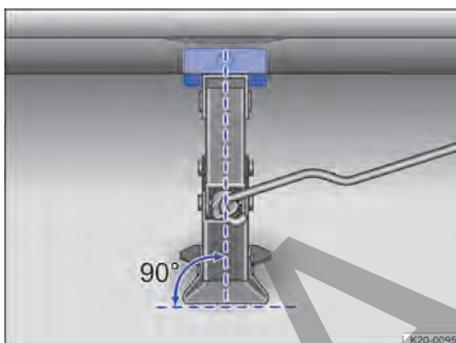
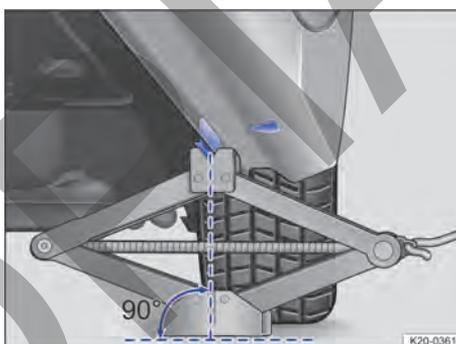

Fig. 171 Alineación correcta del gato.
Fig. 172 Gato de tijera colocado en el lado izquierdo del vehículo, en la zona trasera.
9. Asegúrese de que toda la base del gato descansa firmemente sobre el suelo y de que se encuentre en vertical exactamente debajo del punto de apoyo → fig. 171 y → fig. 172.
10. Centre el gato y siga subiéndolo con la manivela hasta que la garra sujete el refuerzo de debajo del vehículo → fig. 172.
- Coloque el gato solamente en los puntos descritos. La garra del gato deberá sujetar bien el punto de apoyo para el mismo, situado debajo del vehículo → fig. 172.